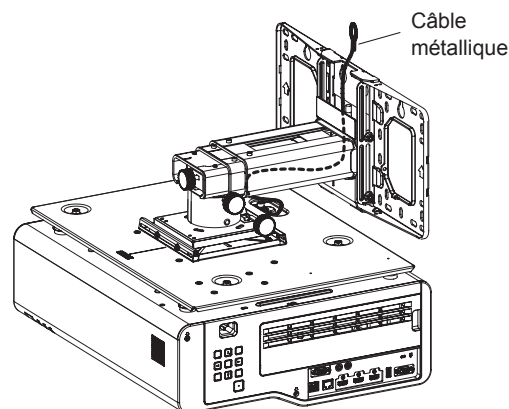

Fig.5
- 5) **Acheminez le câble métallique à travers le bras et tirez-le vers le haut du support de montage mural. (Fig.5)**